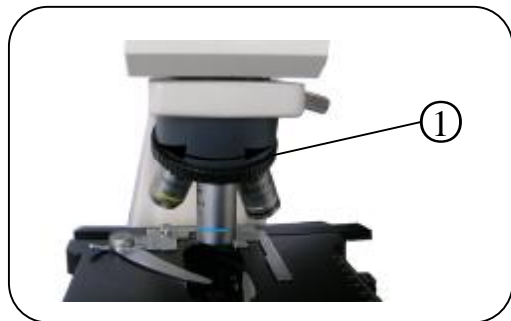

Fig. 17.
10. Cambio de objetivos (Fig. 17).